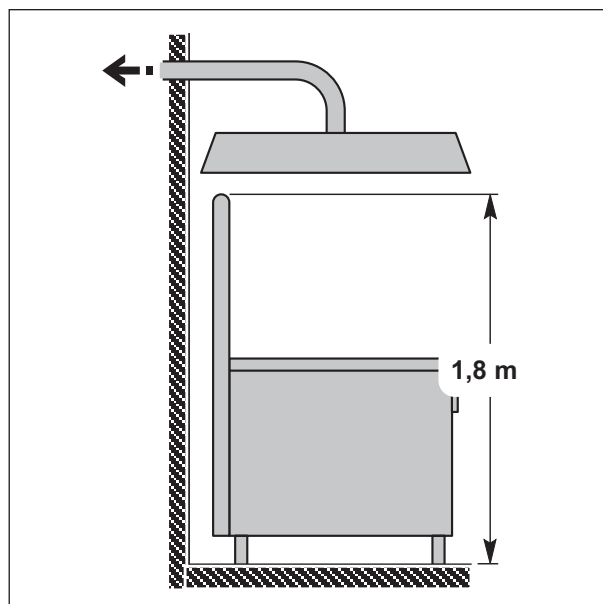

Fig. 21 Évacuation des fumées à travers la hotte aspirante
- La partie terminale du conduit d'évacuation de l'appareil doit se trouver à environ **1,8 m** de la surface d'appui de l'appareil et le débouché du conduit d'évacuation des produits de combustion doit être situé dans le périmètre de base de la hotte (voir *Fig. 21 Évacuation des fumées à travers la hotte aspirante*).